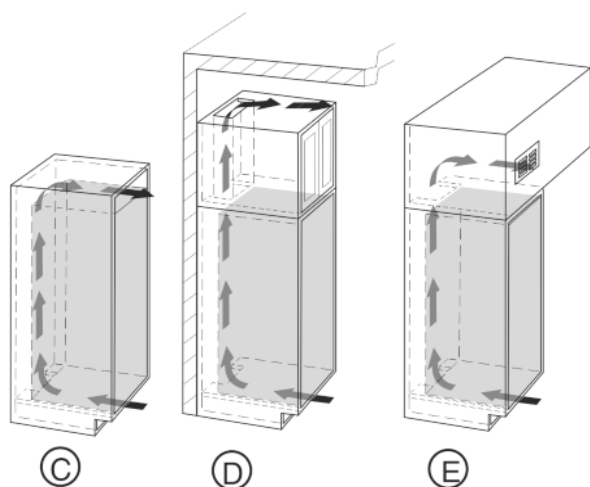

Fig. 4
- Верхній вентиляційний отвір може бути виконаний безпосередньо над пристроєм й обладнаний опціональною вентиляційною решіткою Fig. 4 (C), знаходитися поруч із кришкою над меблями Fig. 4 (D), або мати вигляд вентиляційного отвору в проміжнім перекритті Fig. 4 (E).